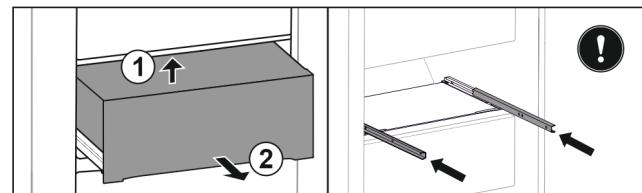

Fig. 99
- Nadzvedněte zásuvku zezdola vzadu. Fig. 99 (1)
- Vyjměte zásuvku dopředu. Fig. 99 (2)